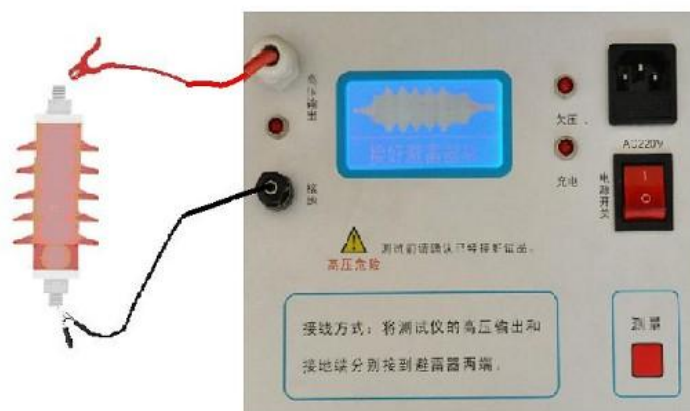

图 2
1、**接线：**将避雷器放在绝缘性能良好的支架上，然后将测试仪的高压输出端接到避雷器的一端，接地端接到避雷器的另一端。（如图 2）